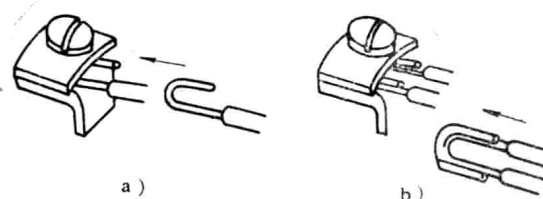

图3 导线头与瓦形接线桩的连接方法
(1) 将单股芯线端按略大于瓦形垫圈螺钉直径弯成“U”形, 螺钉穿过“U”形孔压在垫圈下旋紧, 见图3 a;
(2) 如果两个线头接在同一瓦形接线桩上, 接法见图3 b。